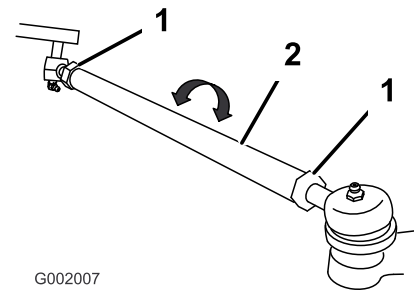

Figura 62
5. Se a medição obtida não corresponder aos valores especificados desaperte as porcas de segurança nas extremidades das barras transversais (Figura 62).